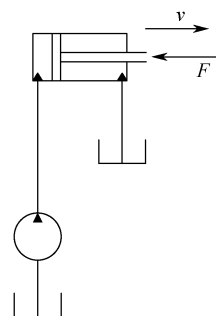

图 2-1-2
1. 如图 2-1-2 所示的液压系统, 已知: 活塞向右运动的速度  $v$  为  $0.04\text{m/s}$ , 负载  $F$  为  $10\text{kN}$ , 活塞的有效作用面积  $A$  为  $0.008\text{m}^2$ ,  $K_{\text{漏}}=1.1$ ,  $K_{\text{压}}=1.3$ , 现有齿轮泵 (额定流量分别为  $15\text{L/min}$ 、